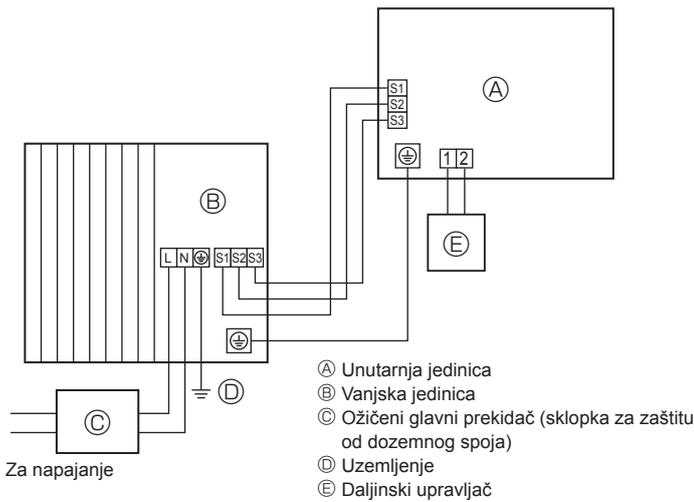
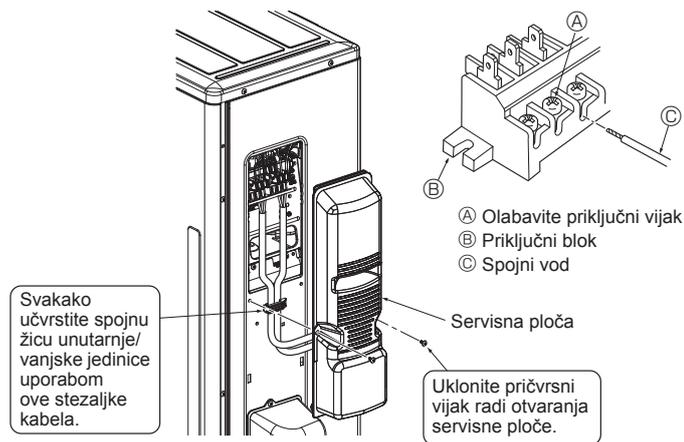
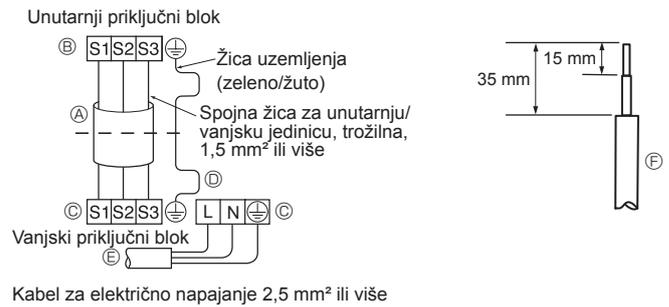

Fig. 6-1
Fig. 6-3
Fig. 6-2
### 6.1. Vanjska jedinica (Fig. 6-1, Fig. 6-2, Fig. 6-3)
- ① Uklonite servisnu ploču.
- ② Izvedite ožičenje kabela u skladu sa slikama Fig. 6-1, Fig. 6-2 i Fig. 6-3.
- Izvedite ožičenje kako je prikazano na shemi dolje lijevo. (Nabavite kabel u lokalnoj ponudi) (Fig. 6-2)